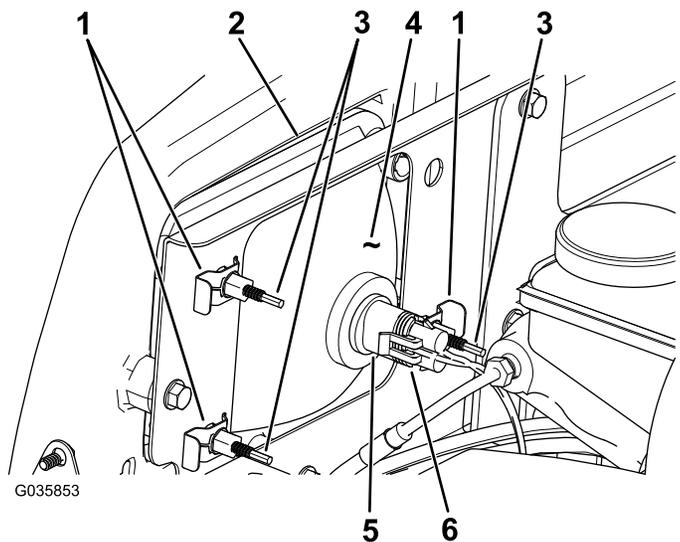

图 45
4. 卸下将大灯固定至大灯支架上的快速夹 图 45。
5. 将大灯总成从前保险杠的开口向前推出卸下大灯总成 图 45。
6. 通过保险杠开口将新大灯装入 图 45。
8. 将线束的电气接头与灯总成的接头连接 图 45。
2. 在大灯总成背面旋转调节螺丝 图 45以转动大灯总成调整光束投射的位置。
3. 将线束的电气接头与新灯总成的接头断开 图 45。